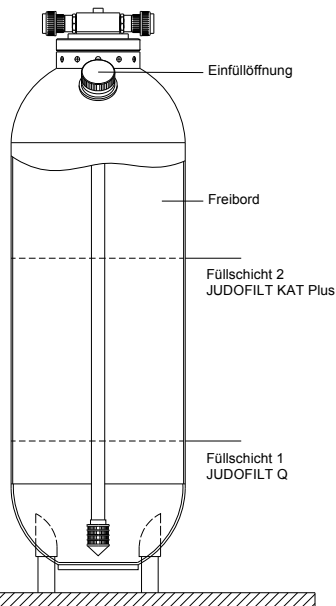

Abb. 12: Füllschema
- ➔ Das mitgelieferte Filtermaterial in angegebener Reihenfolge und Menge (siehe Abb. 12 und Tab. 8) vorzugsweise mit Hilfe eines Trichters einfüllen.
- ➔ Einen Meterstab senkrecht durch die Einfüllöffnung bis an die Oberfläche des Filtermaterials führen, die Freibordhöhe (siehe Kap. 5.4, Abb. 12) an der Unterkante der Einfüllöffnung vom Meterstab ablesen und im Protokoll (siehe Kap. 8.2) dokumentieren.